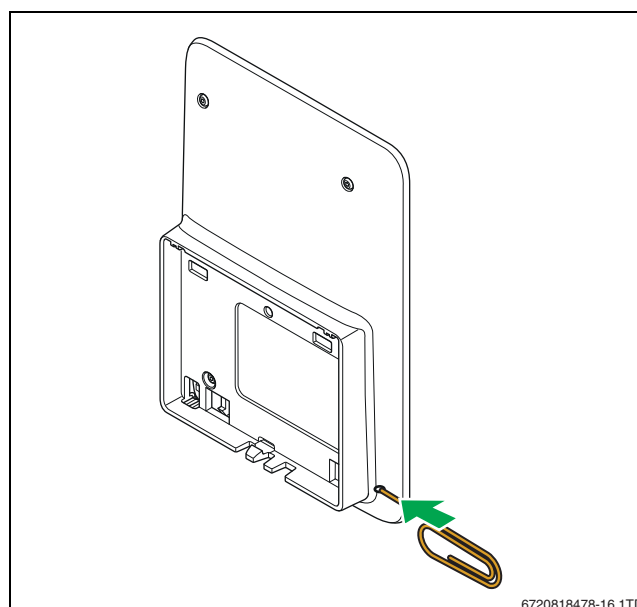

Fig. 19 Nulstilling
- Tryk på reset-knappen (→ fig. 19) i et par sekunder.